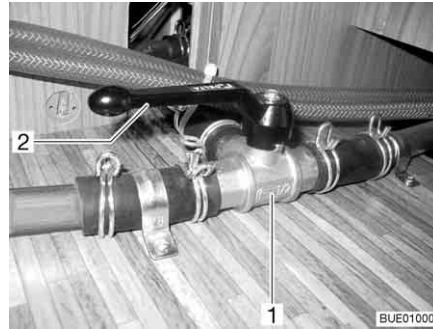

Fig. 197 Vanne à 3 voies
- Positionner le levier (Fig. 197,2) de la vanne à 3 voies (Fig. 197,1) parallèlement au sens du débit linéaire (Fig. 197).
- Positionner le levier (Fig. 197,2) de la vanne à 3 voies (Fig. 197,1) perpendiculairement au sens du débit linéaire.